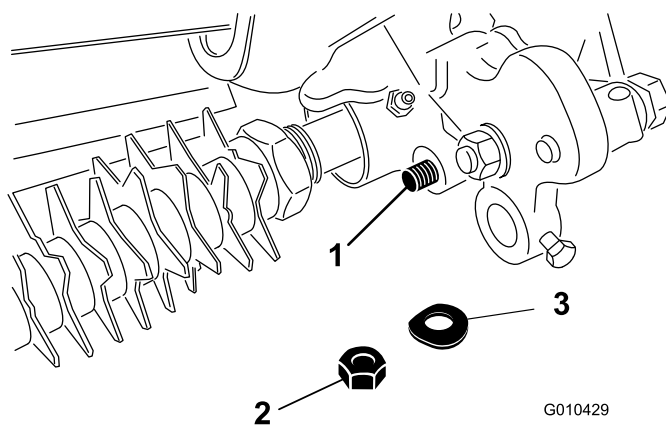

Figure 15
8. Fixez l'extrémité de la tige du bras de réglage à l'entraînement du groomer avec une rondelle élastique et un contre-écrou (3/8 po), comme montré à la Figure 15.
13. Fixez l'extrémité de la tige du bras de réglage à l'entraînement du groomer avec une rondelle élastique et un contre-écrou (3/8 po), comme montré à la Figure 15.